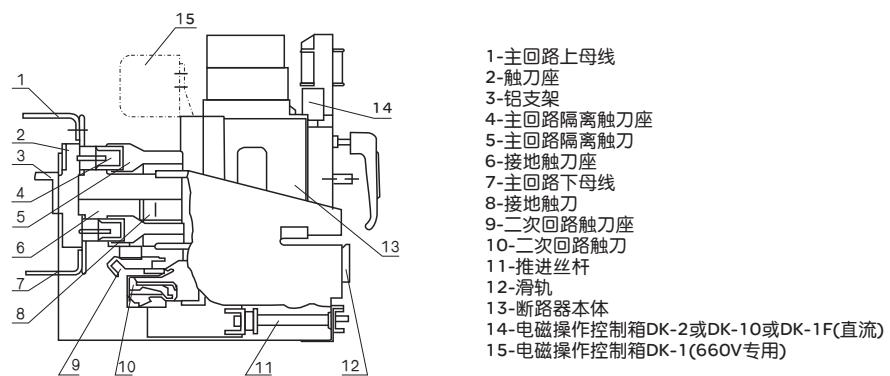

图6 抽屉式断路器(抽屉式限流断路器)结构示意图
□ DW15C抽屉式断路器(DW15C抽屉式限流断路器)由断路器(限流断路器)本体和抽屉座组成。其隔离触刀，二次回路动触头系统，接地触刀，支承导轨等零部件均固定在断路器(限流断路器)本体上，抽屉座由左右侧板、横梁、固定铝支架等组成，该支架上装有隔离触刀座、接地螺母，侧板上装有接地母线、二次回路静触头系统、滑轨、联锁导轨、指示装置等。抽屉座正下方装有螺旋杆式进退操作机构，操作手柄可自由装卸。抽屉式断路器(抽屉式限流断路器)结构图见图6。